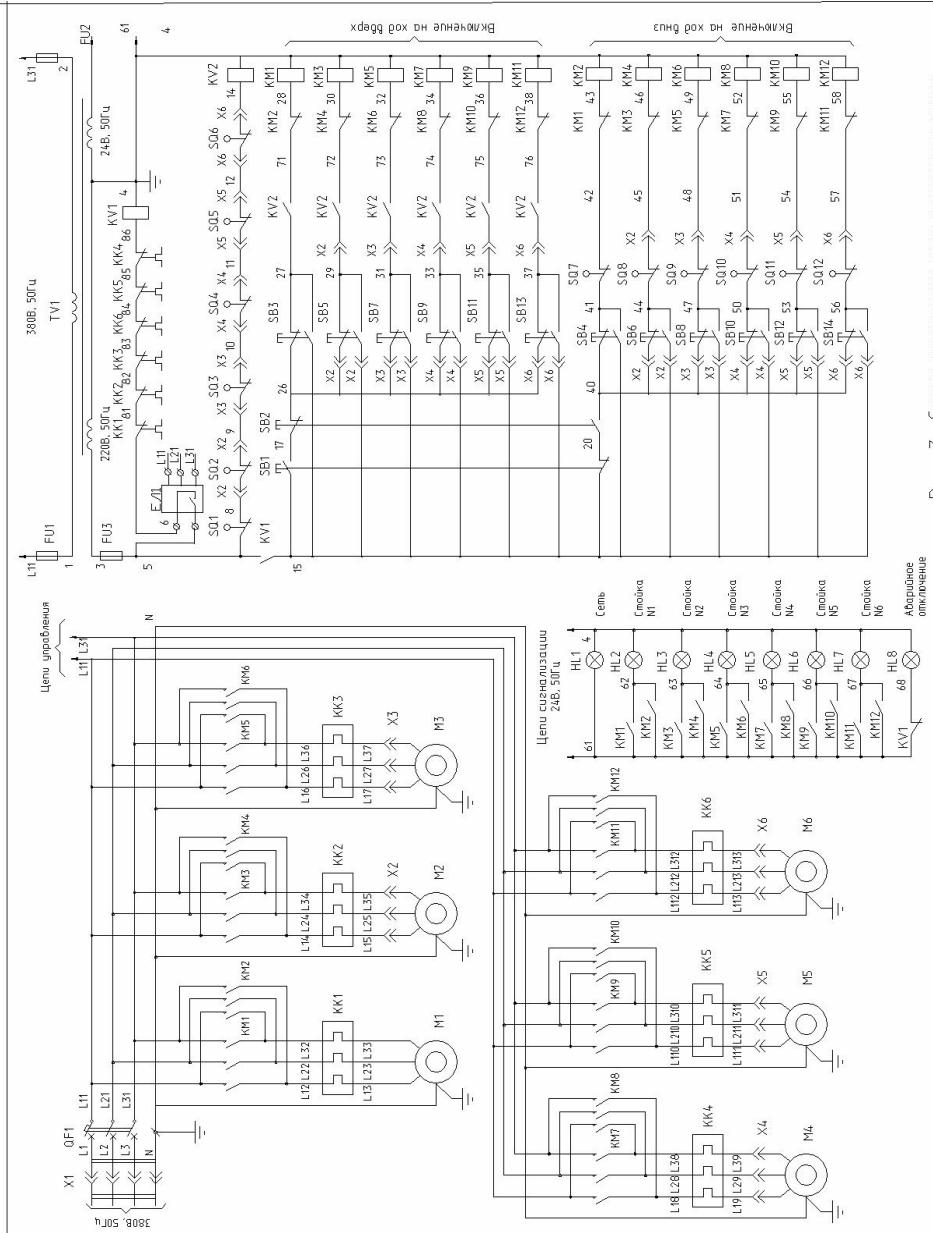

Рис. 3 Схема электрической принципиальной
4.3. Описание работы схемы электрической (см. Рис. 3). Управление подъемником осуществляется со шкафа аппаратного, установленного на первой стойке.